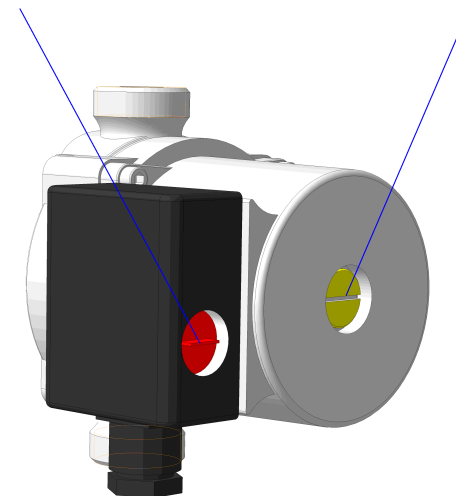

Рисунок 11
8.4 В начале отопительного сезона перед запуском прибора необходимо проверить, не заблокирован ли вал циркуляционного насоса отложениями или накипью. Для этого снимите кожух согласно п. 4.1 настоящего руководства, поднимите вверх панель управления (26), затем отвинтите защитный колпачок и поверните вал двигателя с помощью отвертки по стрелке (Рис.11). Установите защитный колпачок на место.